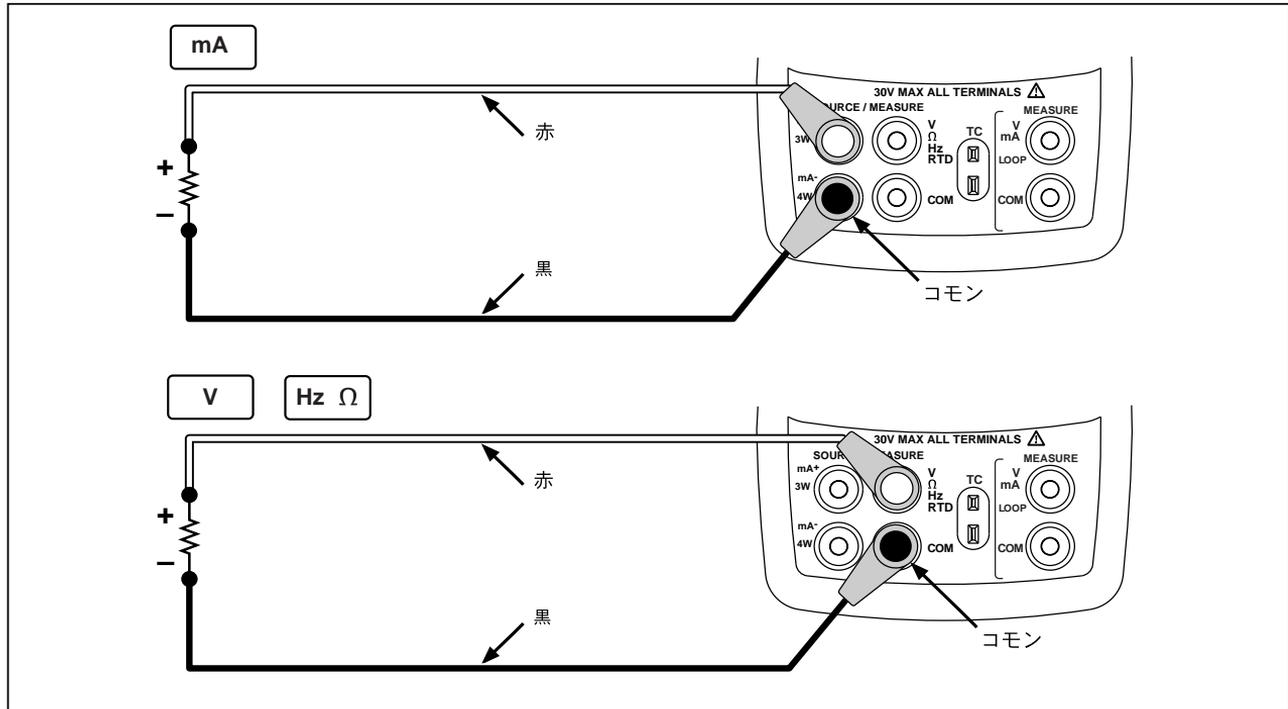

図 15. 電気的パラメーターを供給するための接続
1. 図 15 に示すように、テスト・リードを接続してください。供給機能の種類により接続個所が異なります。